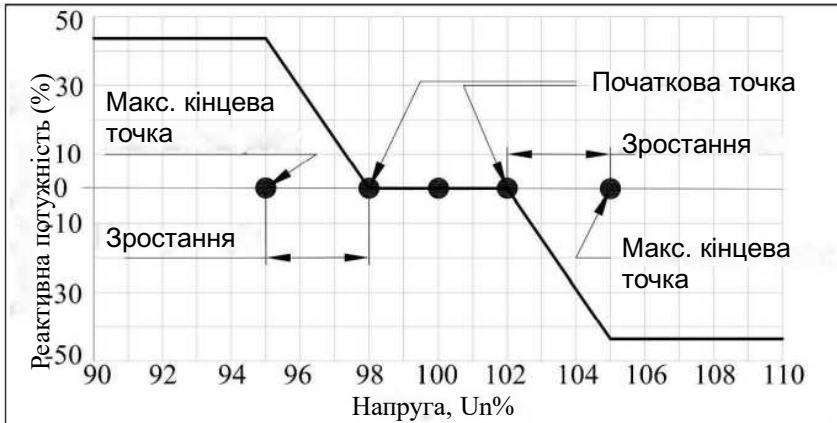

Рис. 3.19. Крива QU для коефіцієнта потужності 0,9.
- **Reactive Power-Vol curve:** крива залежності реактивної потужності від амплітуди напруги відповідно до загального стандарту. За потреби встановіть такі параметри: *Starting point of Q-U% (Початкова точка Q-U%)*, *Rising length of Q-dU% (Зростання Q-dU%)*. Наприклад, як зображено на рис. 3.19 Крива QU для коефіцієнта потужності 0,9, на основі коефіцієнта потужності 0,9 можна розрахувати максимальну реактивну потужність 43,59 %* (повна потужність). **Starting point of QC:** початкова точка ємнісної реактивної потужності.